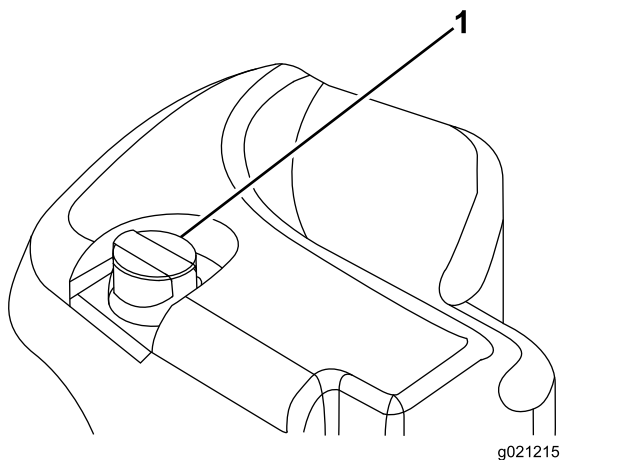

Bild 33
2. Reinigen Sie den Bereich um den Füllstutzen und den Deckel des Hydraulikbehälters (Bild 33).